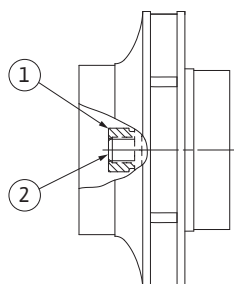

Fig. 53: Правильне положення гайки робочого колеса після монтажу
29. Зафіксувати вал (див. п. 24) і затягнути гайку робочого колеса з крутним моментом згідно до вимог (див. перелік «Табл. 11. Моменти затягнення гвинтів» на сторінці 54). Гайка (Fig. 53, п. 1) має відступати від краю вала не більше ніж на $\pm 0,5$ мм (Fig. 53, п. 2). Якщо цього досягнути не вдалось, гайку слід викрутити і повторити кроки 25–29.